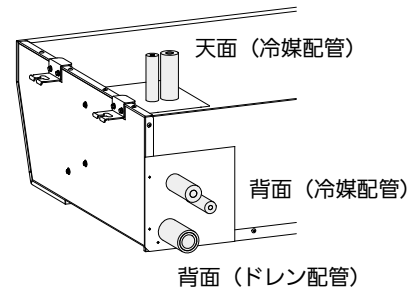

図10
- 冷媒配管の接続部は2方向（天面・背面）取り出しが可能です。（図10）